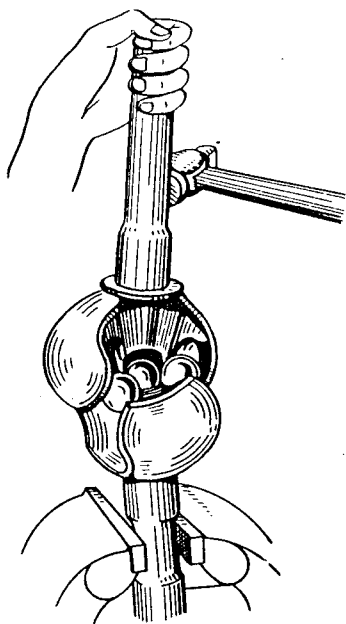

Bild 153. Zusammenbau des Gelenkes
4. Zapfen um 10...12 mm auseinanderbringen und unter Schwenken des kurzen Zapfens um einen maximalen Winkel in Richtung von den freien Nuten die vierte Kugel in die Nuten einsetzen (Bild 153).